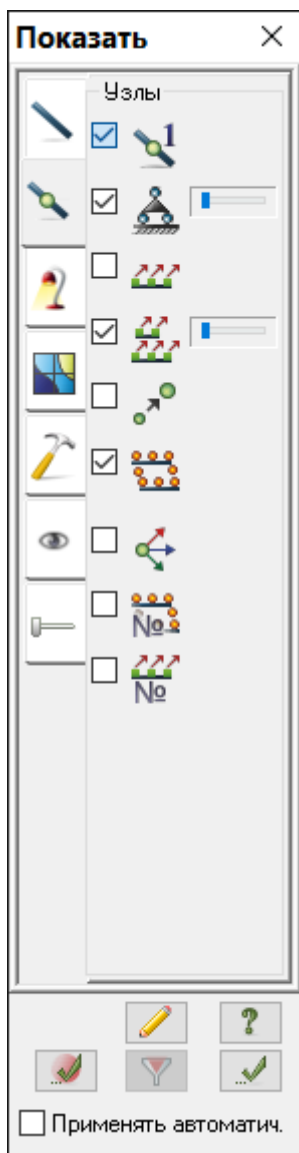

Рис.10.5. Диалоговое окно Показать
- В диалоговом окне **Показать** (рис.10.5) перейдите на вторую закладку **Узлы** и установите флажок **Номера узлов**.